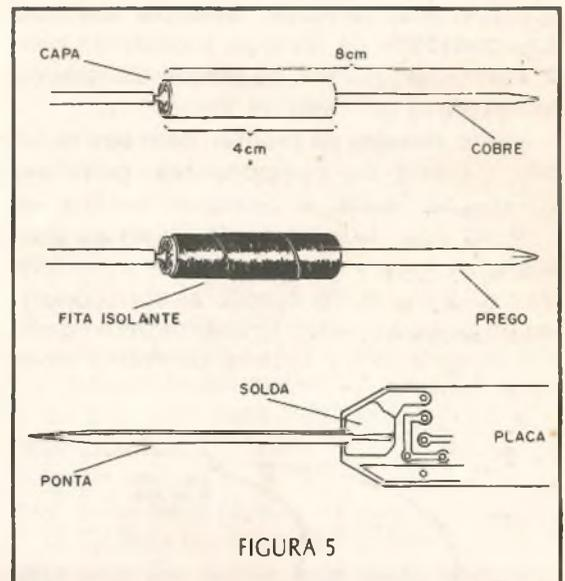

FIGURA 5
d) A ponta de prova pode ser um prego, um pedaço de fio de cobre rígido sem capa, ou arame de aço, conforme mostra a figura 5.